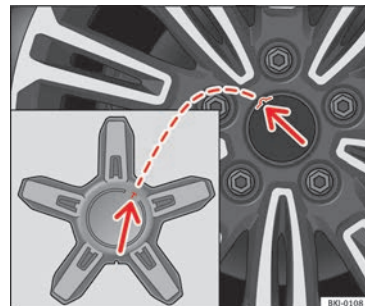

Abb. 78 Radvollblende einbauen
- Legen Sie die Radvollblende an die Felge, wobei der Ausschnitt an der Blende mit der Aufnahme an der Felge übereinstimmen muss » **Abb. 78** (Pfeile).